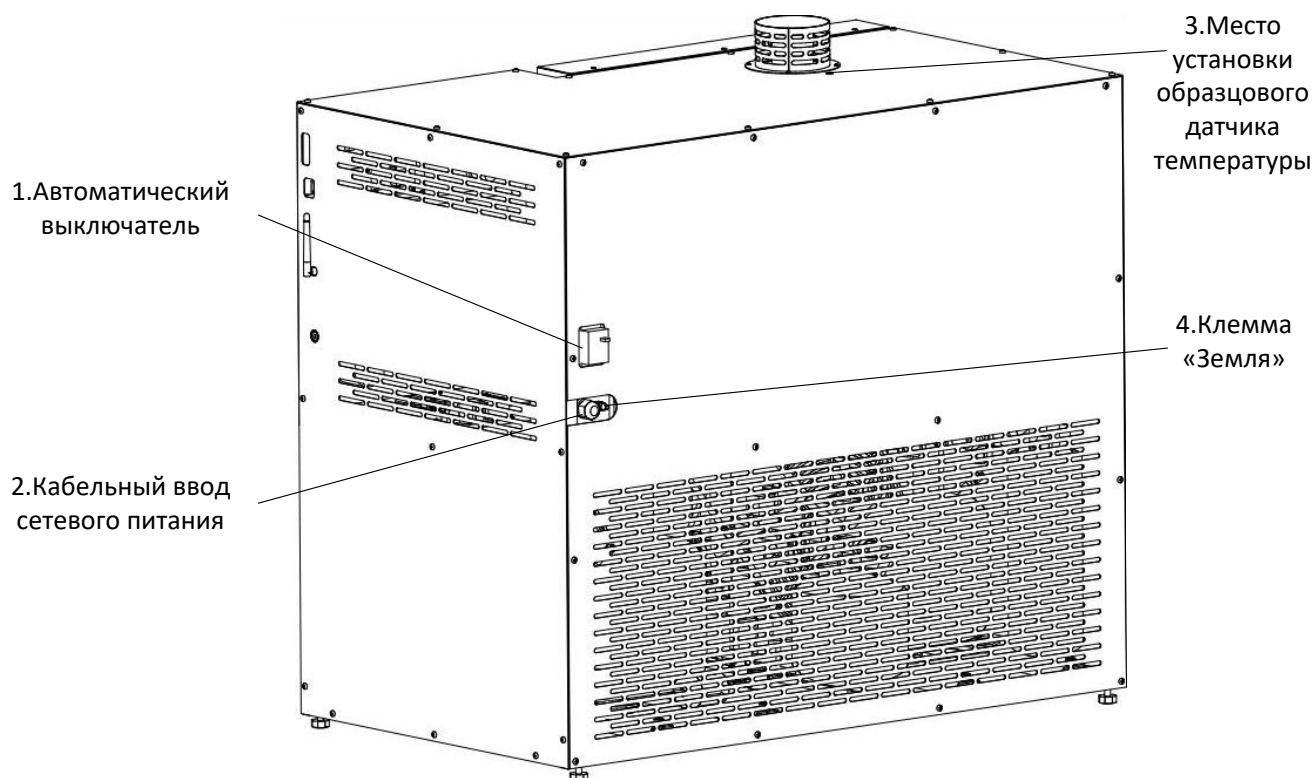

Рисунок 2 – Общий вид аппарата сзади
3.3.1 Подключить шпильку заземления (крепление на резьбу М6) к контуру заземления (см. рисунок 2 поз.4).